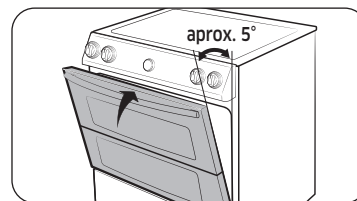

Fig. 1
4. Cierre la puerta hasta la posición de remoción, que es a aproximadamente 5 grados de la posición vertical (Fig. 1).